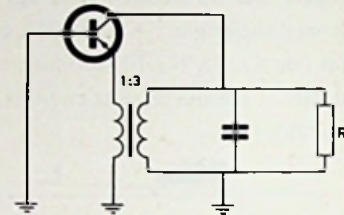

Fig. 10
- 1 In fig. 10 is het wisselstroomschema van een transistor-oscillator gegeven. De ideale transformator heeft een wikkelverhouding 1 : 3. De transistor is zodanig ingesteld dat de stroomversterkingsfaktor in gemeenschappelijke basisschakeling $\alpha = 0,95$ is en de ingangsweerstand $R_{EB} = 5 \Omega$. De inwendige collectorweerstand mag als oneindig groot worden beschouwd.